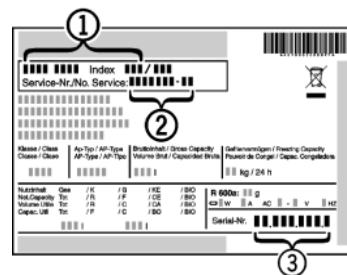

Fig. 22
- ▶ Apparaataanduiding Fig. 22 (1), servicenummer Fig. 22 (2) en serienummer Fig. 22 (3) van het typeplaatje aflezen. Het typeplaatje bevindt zich aan de binnenkant van het apparaat.